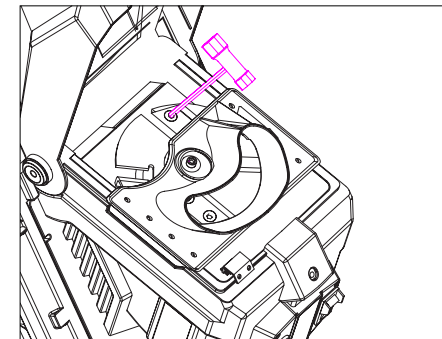

Fig. 11
5. Tournez la lame de 180° et utilisez la clé hexagonale pour desserrer et retirer l'autre vis à six pans creux (fig. 11).